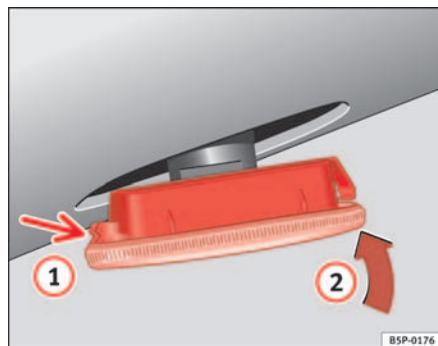

Fig. 193 Intermitente lateral
- Coloque el intermitente en primer lugar en el orificio de la carrocería, encajando las pestañas ⇒ fig. 193, flecha ①.
- Encaje la lámpara como indica la flecha ② ⇒ fig. 193 ■